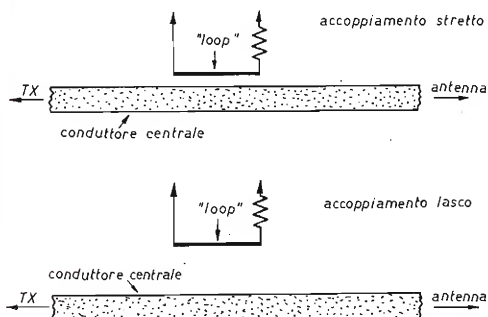

figura 7
- 1) La distanza tra il « loop » e il conduttore centrale (figura 7);
Per l'accoppiatore direzionale indicatore di onda incidente l'accoppiamento viene regolato variando la distanza tra il « loop » e il conduttore centrale. Il « loop » rimane sempre parallelo al conduttore centrale stesso (figura 7).